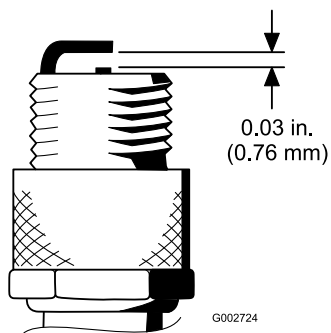

Рисунок 27
4. Установите между центральным и боковым электродами зазор 0,76 мм; см. Рисунок 27. Установите свечу зажигания с отрегулированным зазором и уплотнительную прокладку, затяните свечу с моментом 23 Н·м. Если динамометрический ключ не используется, надежно затяните свечу.